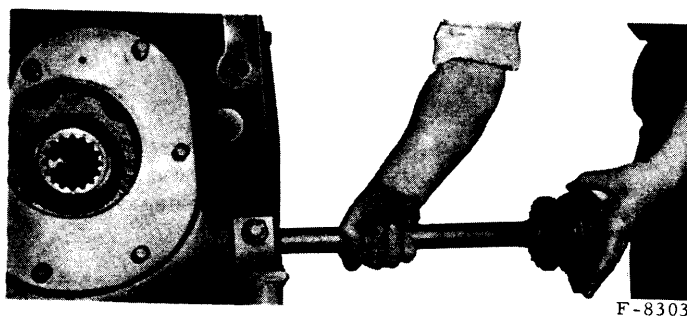

Fig. 19. — Démontage de l'arbre de prise de force tournevis.
- Démontez l'arbre de prise de force tournevis. (fig. 19).